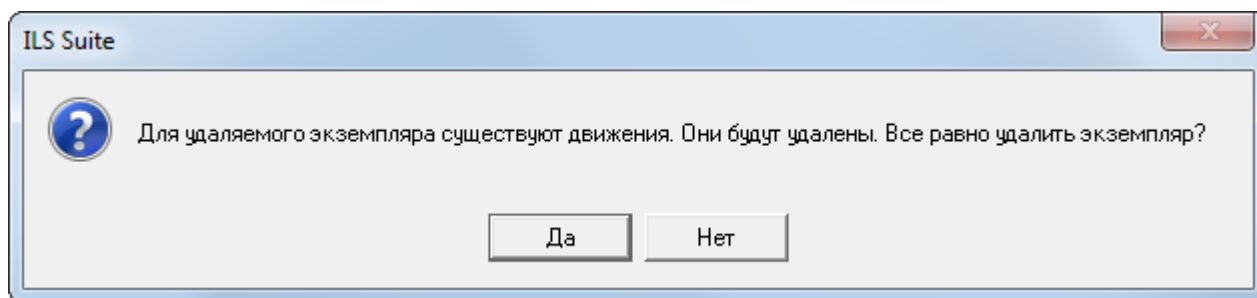

Рис. 13-24 – Диалоговое окно при удалении
3) Если для удаляемого экземпляра ФИ или входящих в него экземпляров ПКИ⁵⁹⁾ существуют движения, то появляется диалоговое окно, приведенное на рис. 13-24. При ответе «Да» экземпляр ПКИ будет удален вместе с движениями.